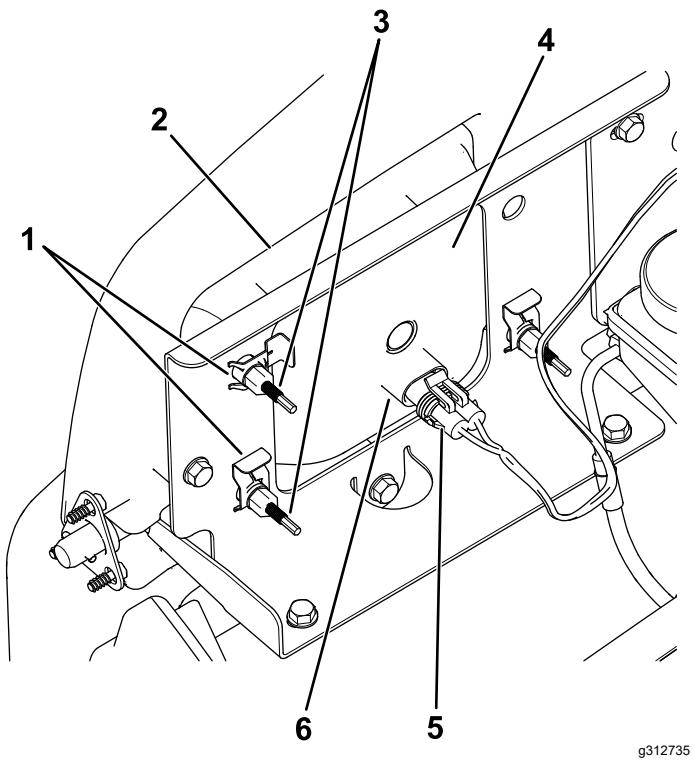

Figura 49
- Desligue o conector elétrico para a cablagem do conector do conjunto da lâmpada (Figura 49).
4. Retire os clipes rápidos que fixam o farol ao respetivo suporte (Figura 49).
5. Retire o conjunto do farol movendo-o para a frente através da abertura no pára-choques dianteiro (Figura 49).
6. Instale o novo farol através da abertura no pára-choques (Figura 49).
8. Ligue o conector elétrico para a cablagem ao conector do conjunto da lâmpada (Figura 49).
5. Na parte traseira do conjunto de faróis, rode os parafusos de ajuste (Figura 49) para inclinar o conjunto dos faróis e alinhar a posição do feixe.